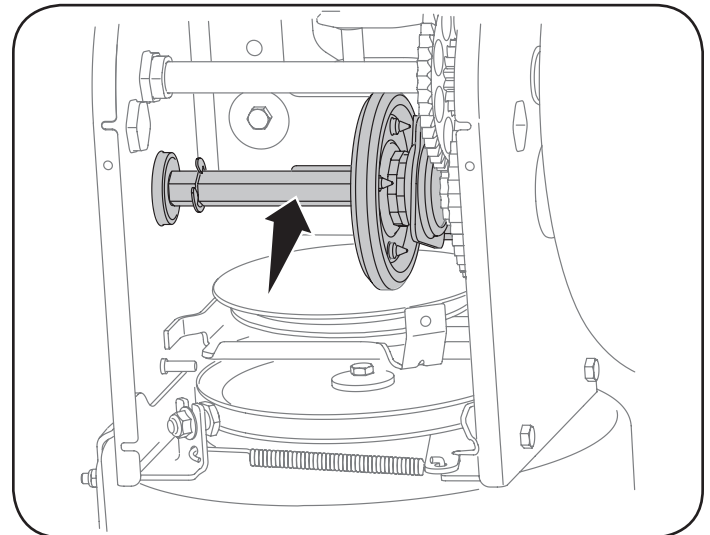

Figura 21
4. Aplique al eje hexagonal una capa ligera de una grasa multiusos apta para condiciones climáticas múltiples. Vea la Figura 21.